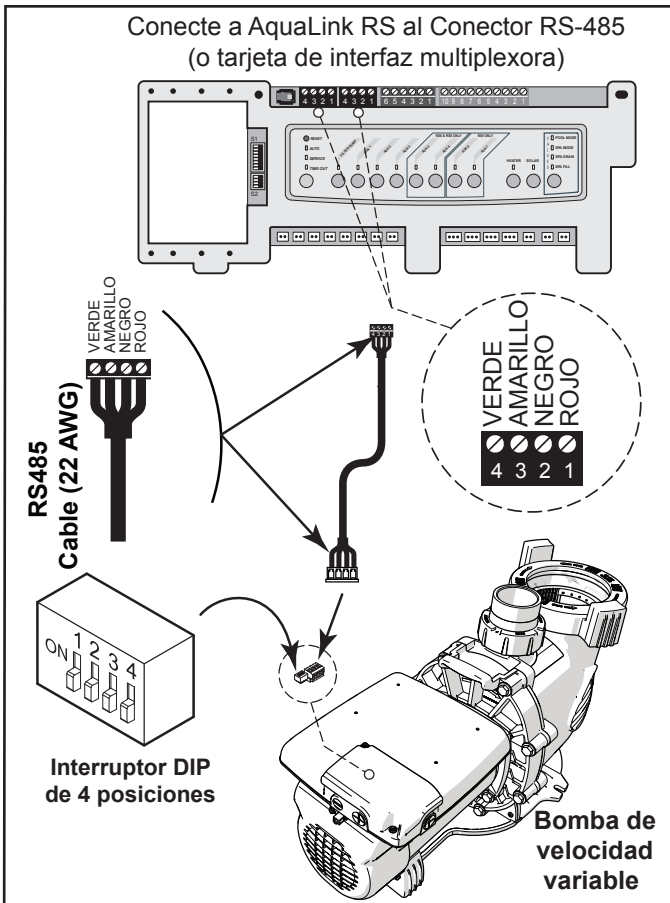

Figura 5. Cableado AquaLink RS, PDA or Z4
2. los interruptores 1 y 2 necesita estar en la posición "OFF" (apagado) Véase Figure "Figura 5. Cableado AquaLink RS, PDA or Z4".
5. Conecte el cable nuevo RS-485 del AquaLink a través del aditamento de compresión disponible y pase el cable conductor tetrafilas a través del puerto roscado de la unidad del motor que esté más cerca al conector. Véase "Figura 5. Cableado AquaLink RS, PDA or Z4".
6. Conecte el otro extremo del cable al conector RS-485 en el AquaLink® RS (o tarjeta de interfaz multiplexora), haciendo coincidir los colores de los alambres con las posiciones conector. Véase "Figura 5. Cableado AquaLink RS, PDA or Z4".